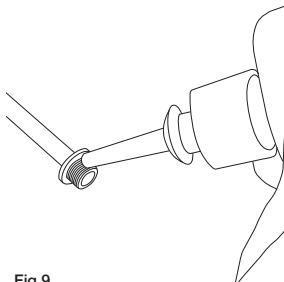

Fig.9
- Antes de volver a montar, es obligatorio aplicar Loctite 222 de baja resistencia en la rosca de los tornillos (Fig. 9).